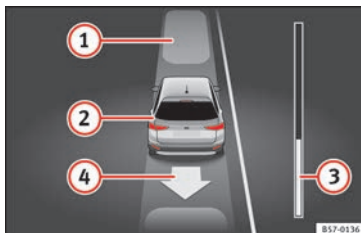

Abb. 207 Im Display des Kombiinstrumentes: parallel zur Fahrbahn ausparken.
Legende zu **Abb. 207**:
7.	ODER: fahren Sie rückwärts, bis im Display des Kombiinstrumentes die Anzeige zum Vorwärtsfahren erscheint. Der Fortschrittsbalken » Abb. 207 ③ zeigt die zu fahrende Distanz an » Seite 255.